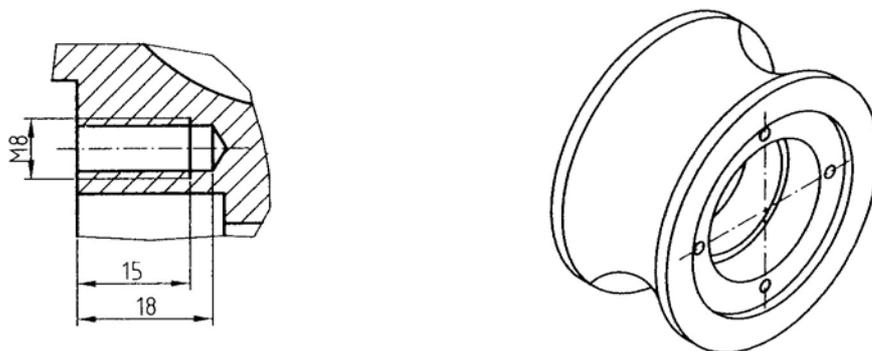

Figura 2. Solución.
8. En la figura 2 se muestra el plano de conjunto de una rueda de carro de corte con la lista de elementos que lo componen. Representar las vistas diédricas necesarias para su correcta interpretación del elemento número 1 (rueda de carro), acotando las vistas sin cifras según normas. Posteriormente, dibujar a mano alzada la perspectiva del componente.